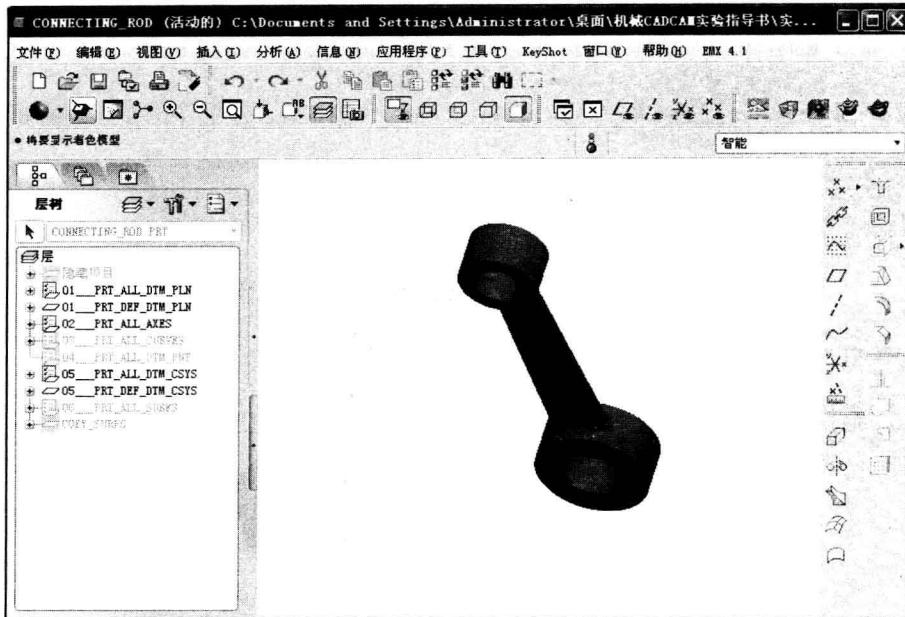

图 1-9 着色显示模式
(4) 着色显示模式：按下  按钮，模型显示效果如图 1-9 所示。